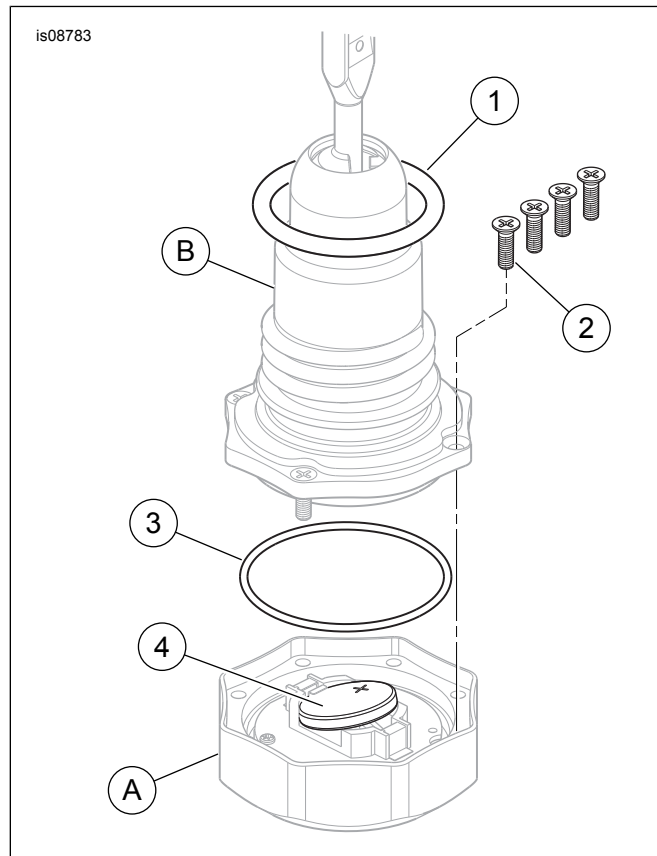

Figure 3. Dipstick Service Kit
Isang Kit ng Dipstick Service Kit (Bahagi Blg. 91800066), na may kasamang mga O-ring, turnilyo at isang pamalit na CR 2032 na baterya ay magagamit para sa ilang mga modelo (tingnan ang Talahanayan 1 at Figure 3).
Tingnan ang Figure 3 . Mag-ingat kapag inihihiwalay ang pang-itaas na display body (A) at ang pang-ibaba na dipstick na assembly (B).
1. Tanggalin ang apat na maliliit na Phillips head na mga turnilyo (2) sa ilalim na panig ng display body.
- Ang ilang mga modelo ay nangangailangan ng pagbili ng isang Dipstick Service Kit (Bahagi Blg. 91800066), makukuha mula sa isang dealer ng Harley-Davidson. Kasama sa kit na ito ang mga O-ring, turnilyo at isang pamalit na CR 2032 na baterya (tingnan ang Figure 3 at Talahanayan 1).
Tingnan ang Figure 3 . Markahan ang pang-itaas na display body (A) at pang-ibaba (B) na mga bahagi ng dipstick bago kalasin, upang ang mga ito ay maaaring buuin sa parehong rotational na pagkakahanay. Mag-ingat sa paghihiwalay sa dalawang mga bahagi.
3. Tandaan ang oryentasyon ng baterya. Gamit ang isang mechanic pick o isang maliit na screwdriver, maingat na ipasok ang kasangkapan sa ilalim ng baterya (4). Mahinang baklasin ang baterya at itapon ito. Ipasok ang bagong baterya tulad ng ipinapakita. Idiin ang baterya pababa hanggang ito ay makabit.